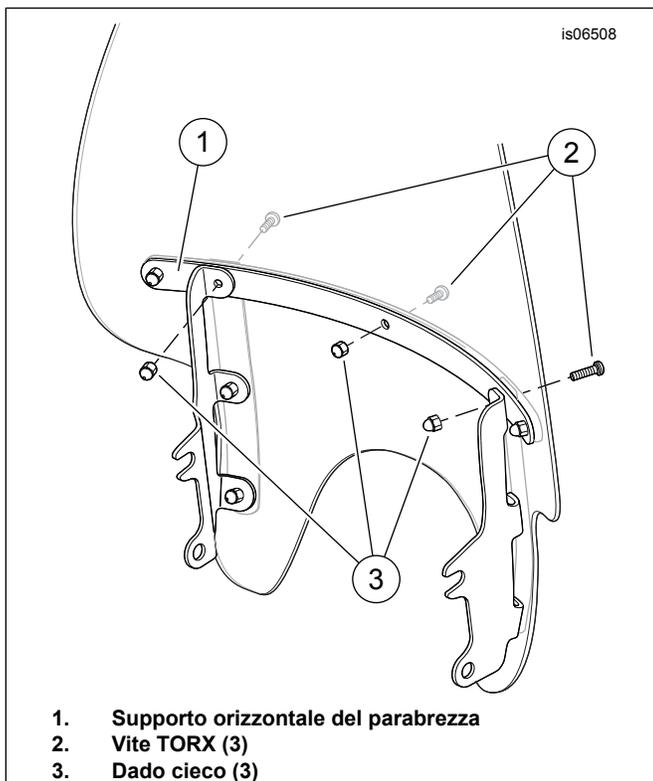

Figura 3. Rimozione dei dispositivi di fissaggio superiori del parabrezza (tipico)
2. Vedere Figura 3. Tenendo fermi i dadi ciechi (3) sul lato posteriore, rimuovere le tre viti TORX più interne (2) conservando il supporto orizzontale del parabrezza (1). Tenere i dadi ciechi per l'installazione. Le viti possono essere gettate via.